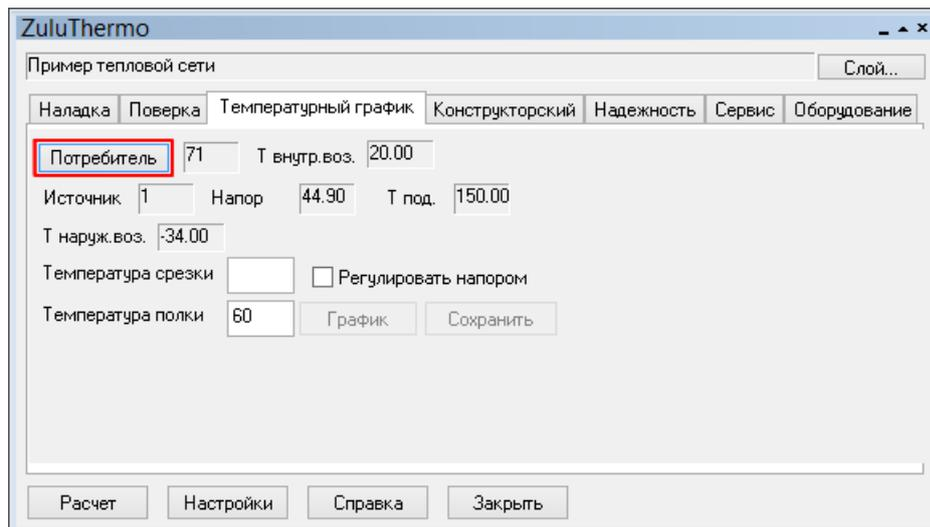

Рисунок 13.4. Выбор потребителя для расчета
4. Нажмите кнопку Потребитель (см. Рисунок 13.4, «Выбор потребителя для расчета») панели теплогидравлических расчетов.